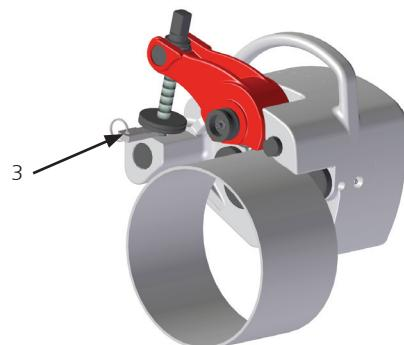

Figura 3
- Una vez apretado el tornillo de avance con la mano y la herramienta se encuentra fijada sobre el tubo, positione la galga de profundidad (ver figura 3, n.º 3) correspondiente entre la herramienta y la tuerca de regulación.